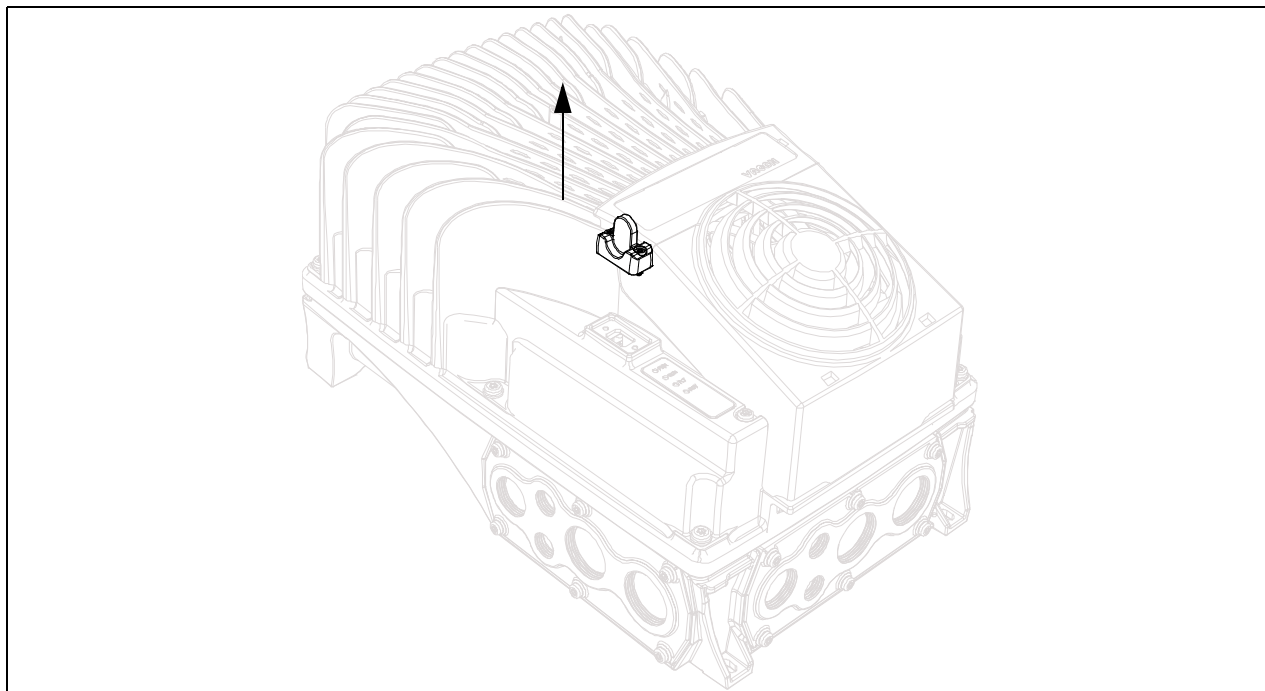

Figure 51. Débranchement du capuchon IHM du convertisseur
- Retirez le capuchon IHM du convertisseur, comme le montre la Figure 51.